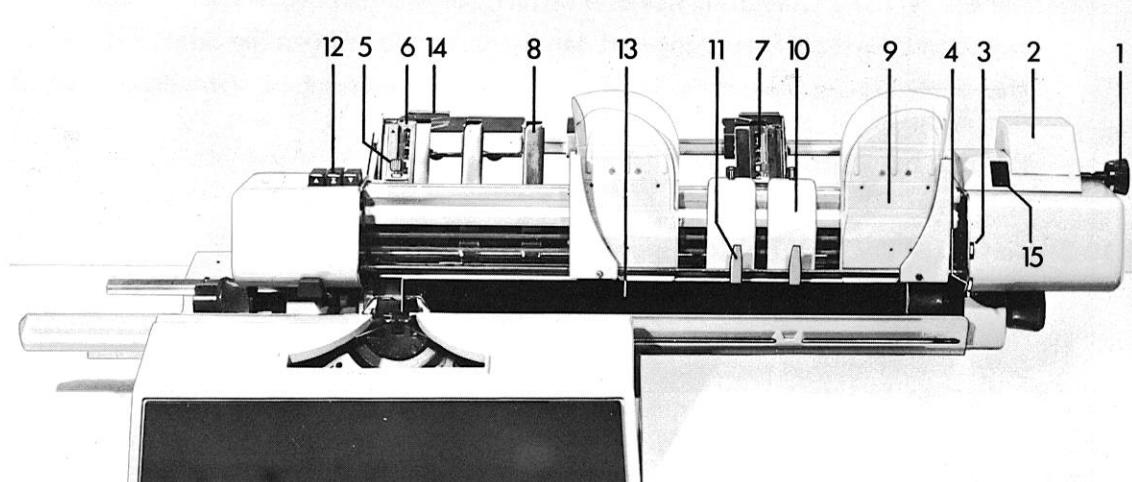
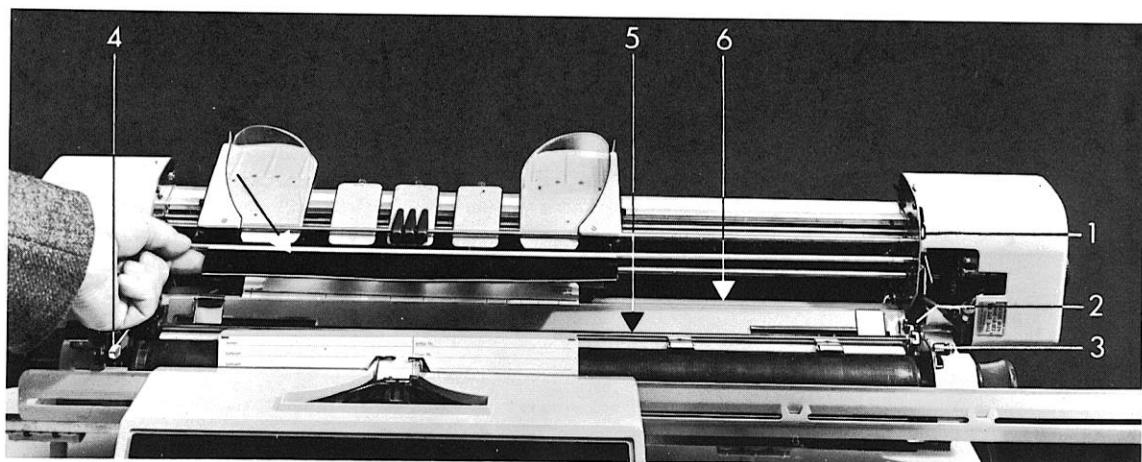

Abb. 15 Aufbau der EFV-Einrichtung
Abb. 20 Einsetzen der Vorsteckbandachse in die EFV
Das Lösen der Reibkupplung erfolgt durch axialen Druck auf den außen rechts von der EFV-Mechanik befindlichen Drehknopf (1) Abb. 15 in Richtung Formular bis in Raststellung. Durch Drehen des Drehknopfes von Hand kann nun unabhängig vom Steuerstreifen das Formular bewegt und in Grundstellung gebracht werden.
4.10.2 Aufbau der EFV (Abb. 15)
Der Kontokartentransport erfolgt automatisch, einmal über den Wagenrücklauf, wobei der Kontokartenauswurf ausgelöst und eine jeweilige Zeilenmarkierung angebracht wird, zum anderen sind automatische Vorgänge über ein Bedienungstastenfeld (12/Abb. 15) steuerbar (s. Pkt. 4.10.12).
Drehknopf (1) Abb. 15
Schaltknopf für Motormagnet (3) Abb. 15
Traktoren (Stachelbänder) (7) Abb. 15
Abstützhebel (4) Abb. 15
Rändelknopf (5) Abb. 15
Führungsklappe (6) Abb. 15
Papierabgleiter (8) Abb. 15
Papierhalter (14) Abb. 15
Bedienungstasten, Konteneinzug (12) Abb. 15
Papierlöser/Walzenlöser (2/4) Abb. 20
Papierführungsschacht (Journal) Abb. 20
Papierführungsschacht (Endlosformular) Abb. 20
- EFV-Einrichtung nach hinten klappen und Vorsteckbandachse aus der Halterung herausnehmen. (Abb. 20/21)
- Endlosformular über die Papierhalter (14) Abb. 15 hinten legen und den Anfang des Formulars in den Papierführungsschacht „Endlosformular“ Abb. 20 vor das herausragende Papier (evtl. Kontokarte) legen
- Führungsklappen (6) Abb. 15 aufklappen
- Rändelknöpfe (5) Abb. 15 lösen
- Traktoren (7) Abb. 15 seitlich so verschieben, daß das Endlosformular auf den vorher abstandsgleich verschobenen Papierabgleitern (8) Abb. 15, sowie auf den Transportstacheln aufliegt und in gewünschter Schreibposition steht.
- Endlosformular in die Traktoren (7) Abb. 15 einlegen, so daß die Transportstacheln in die seitliche Formular-Lochanordnung eingreifen.
- Rändelknöpfe (5) Abb. 15 festziehen, wobei das Formular glatt, jedoch nicht gespannt, zwischen den Traktoren liegen soll
- Journal in Journalschacht (Abb. 20) direkt hinter der Schreibwalze einführen und mit einem der Walzendrehknöpfe einziehen, bis ca. 5-6 cm vorn sichtbar werden.
- Papierlöser betätigen (2) Abb. 20 und Journal entsprechend ausrichten (horizontal und vertikal)
► Die **Vorsteckbandachse** ist zwischen den seitlichen Lagerwänden der EFV, (Pfeil- Abb. 20) über eine **Vierer-lochreihe verstellbar** gelagert; dadurch restlose Ausnutzung des Farbtuches möglich.
Die EFV-Einrichtung wird hochgeklappt und der an der rechten Lagerwand angebrachte Abstützhebel (1) Abb. 20 betätigt, bis er auf den vorstehenden Lagerwinkel (3) Abb. 20 einklinkt und die Einrichtung abstützt.